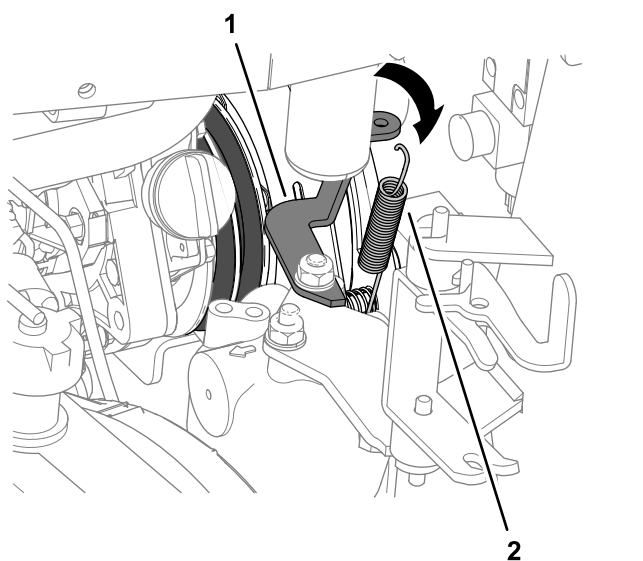

Figura 90
5. No lado do radiador, destranque a mola travão da embraiagem do suporte da mola (Figura 90).
4. Prenda a mola travão da embraiagem entre o parafuso da placa da embraiagem interior e o suporte da mola; consulte Figura 90 em Remoção das correias da PTO (página 66).